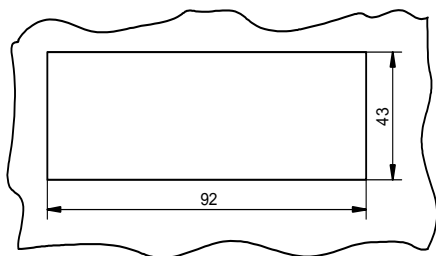

Рис.3. Разметка отверстия для монтажа в панели устройства ИЗУ-1.
- 4.5.1. Снять заднюю крышку устройства ИЗУ-1. Достать плату на длину соединительного шлейфа и установить переключатели рода работы выхода и входов в соответствии с требуемым режимом (изготовитель устанавливает переключатели на прием и выдачу токовых сигналов). Схема установок переключателей рода работы приведена на рис.3.